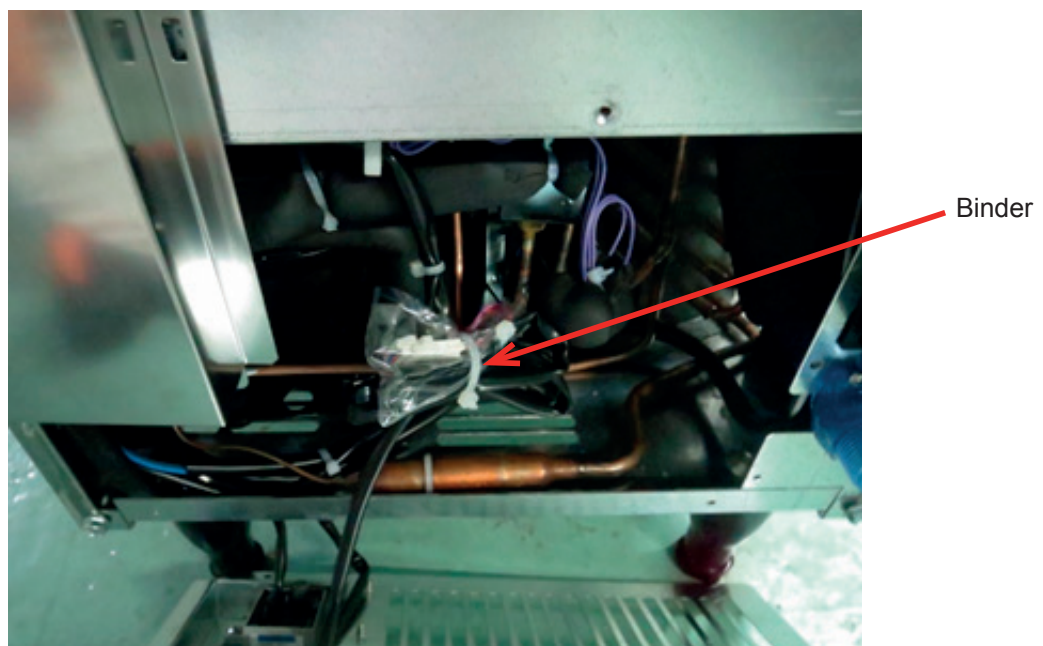

Abb. 32
15) Mit dem Kabelbinder (Länge anpassen) die Verdrahtung der Gassensorbaugruppe festbinden (siehe Abb. 32).